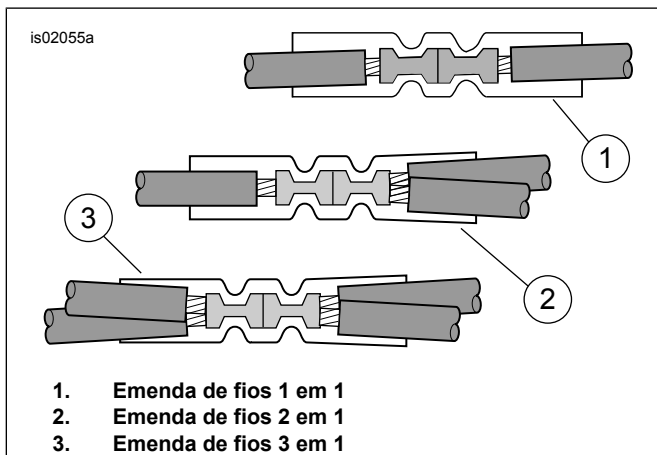

Figura 4. Configurações da emenda
4. Veja Figura 12. Pegue um conector de emenda selada azul (13) do kit. Veja Figura 4, a configuração de emenda de fios 2 para 1. Emende o fio de alimentação do chicote de fios do receptor via satélite nos fios laranja/branco do chicote de fios principal, de acordo com as instruções localizadas no apêndice do Manual de serviço.
6. Veja Figura 12. Pegue o conector de emenda selada vermelho (12) do kit. Veja Figura 4 a configuração de emenda de fios 1 para 1. Emende o fio de alimentação do chicote de fios do receptor via satélite no fio adaptador, de acordo com as instruções localizadas no apêndice do Manual de serviço.
3. Veja Figura 12. Pegue o conector de emenda selada azul (13) do kit. Veja Figura 4, a configuração de emenda de fios 2 para 1. Emende o fio de alimentação do chicote de fios do receptor via satélite nos fios laranja/branco cortados, de acordo com as instruções localizadas no apêndice do Manual de serviço.
3. Veja Figura 12. Pegue o conector de emenda selada azul (13) do kit. Veja Figura 4, a configuração de emenda de fios 2 para 1. Emende o fio de alimentação do chicote de fios do receptor via satélite nos fios laranja/branco do chicote de fios principal, de acordo com as instruções localizadas no apêndice do Manual de serviço.